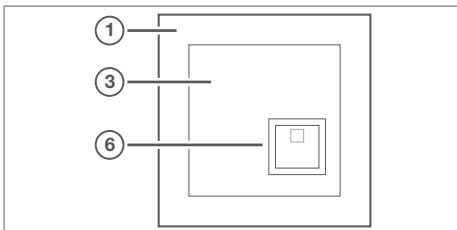

Bild 5: Abstelltaster Abdeckung mit Rahmen
- Am Notfallort angekommen die grüne Abstelltaste betätigen (Bild 5, 6).